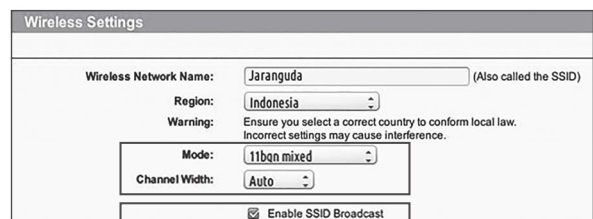

Fig. 1
2. Assurez-vous que le mode 802.11 de votre routeur du réglage sans fil est b/g/n mélangés. (Voir Fig. 1)
3. Assurez-vous que votre canal/largeur de bande de réglage sans fil de routeur est Auto ou 20M ou 20M mélangés 40M. (Voir Fig. 1)
4. Assurez-vous que votre routeur active la fonction SSID Broadcast de la connexion de la machine à l'application et que vous pouvez la fermer après vous être connecté avec succès. (Voir Fig. 1)